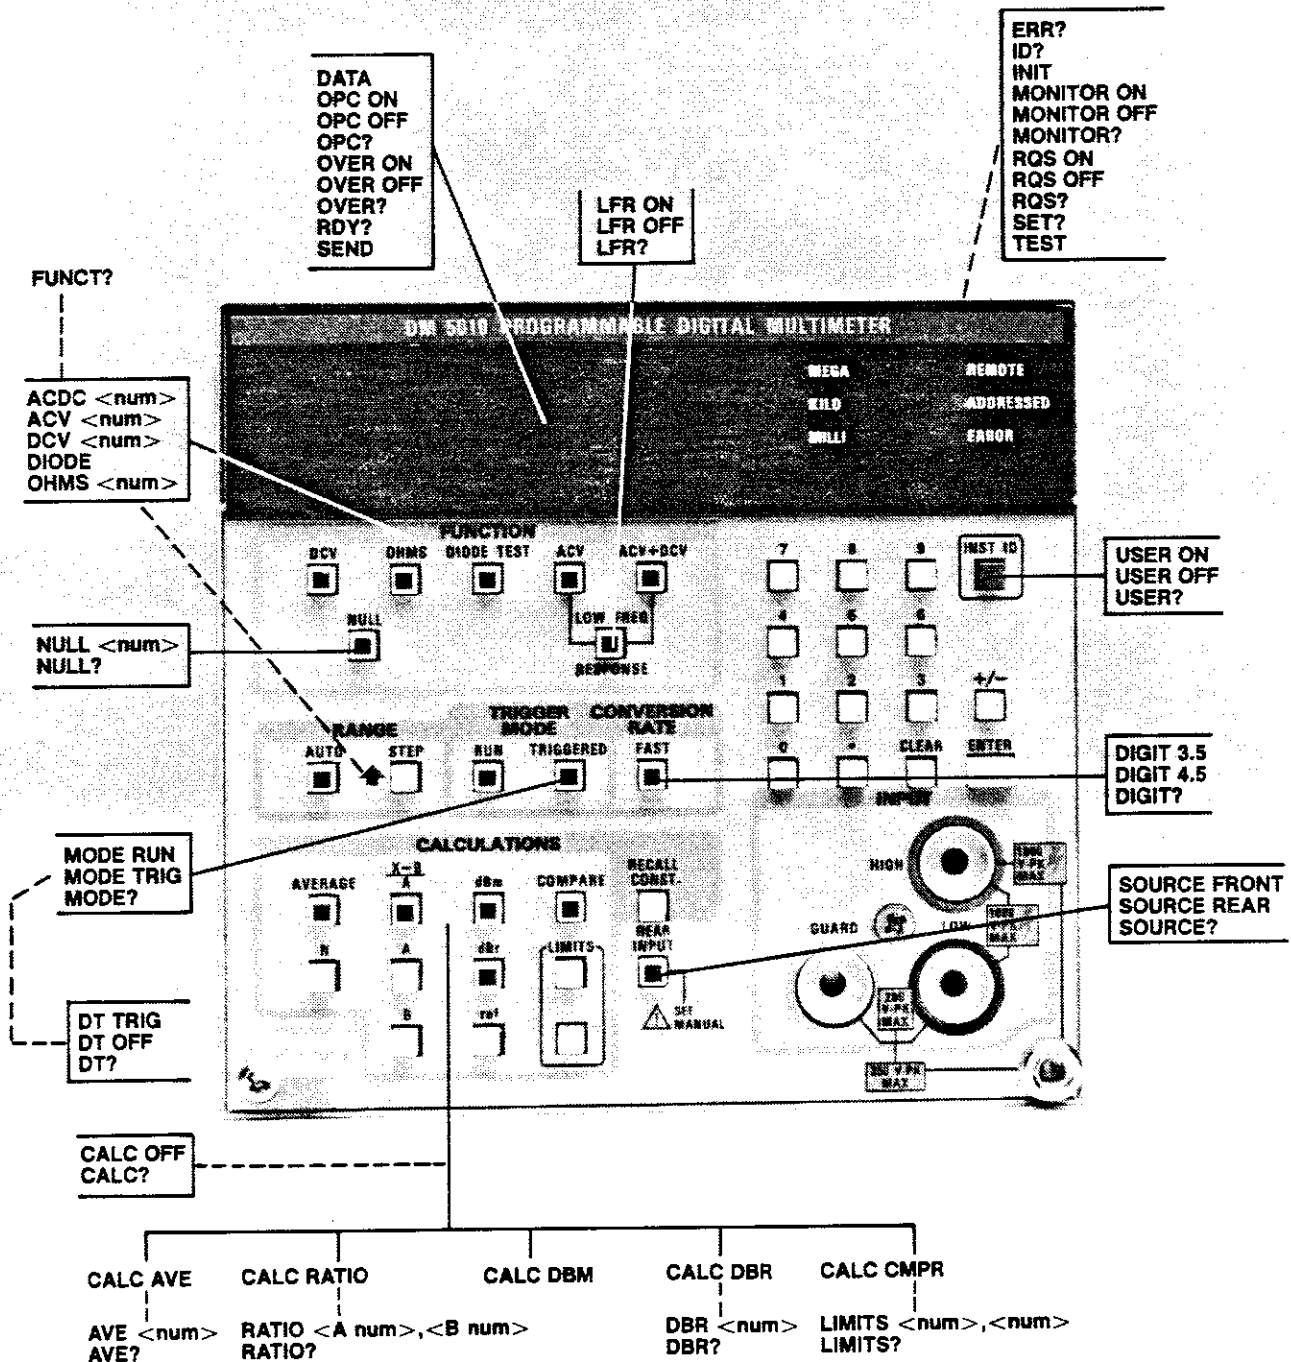

Fig. 3.1. Commandes du DM 5010 et relations avec les commandes de la face avant.
- Une illustration de la face avant - et les commandes ayant trait aux différents modes d'utilisation (v. fig. 3.1).